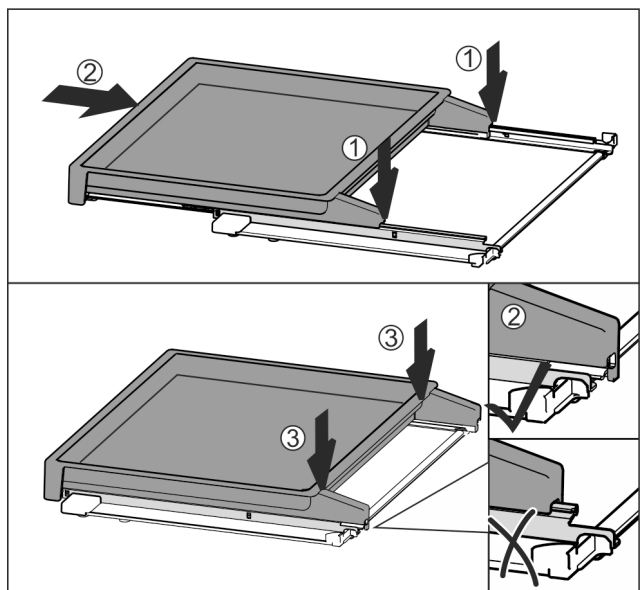

Fig. 113
- ▶ Встановіть по центру на рейки Fig. 113 (1).
- ▶ Повністю вставте витяжну панель Fig. 113 (2).
- ▶ Натиснути на задній бік, доки вона не зафіксується зі звуком Fig. 113 (3).